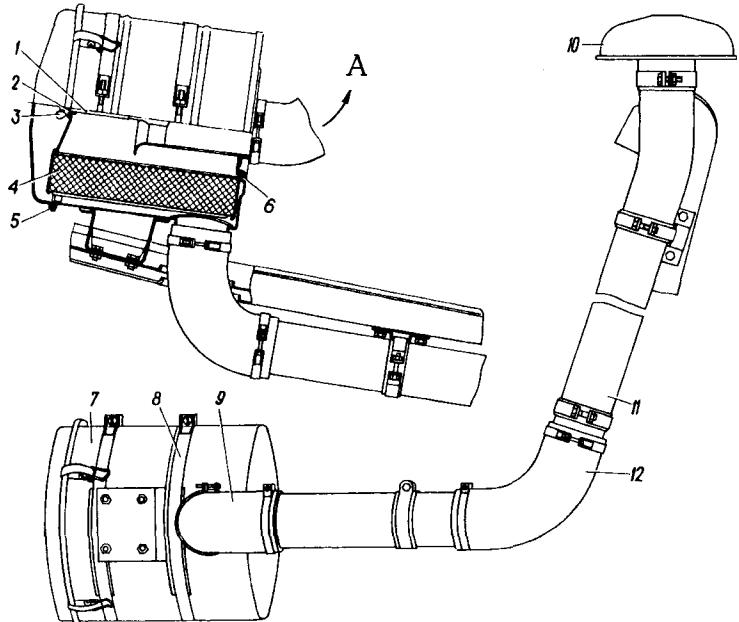

Рис. 7.8. Воздушный фильтр:
7.7. Воздушный фильтр сухого типа со сменным фильтрующим элементом из пористого фильтркартона. Состоит из корпуса 7 (рис. 7.8), фильтрующего элемента 4 и крышки. Для обеспечения герметичности имеются резиновые прокладки 5 и 6.